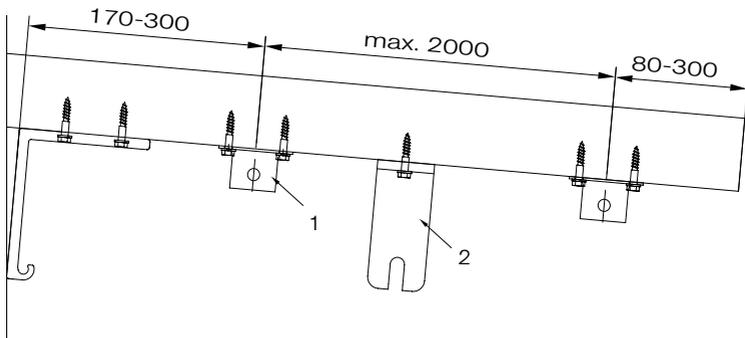

Abb. 7: Abstände Führungsschienenhalter.
- » Zeichnen Sie die Führungsschienenhalter (Abb. 6) an den Sparren an (Abstände siehe Abb. 7).
- » Montieren Sie die Tuchstützdrahtwinkel (2 – Abb. 7 u. 8) wie abgebildet auf den äußeren Sparren, in der Mitte des Markisenausfalls.